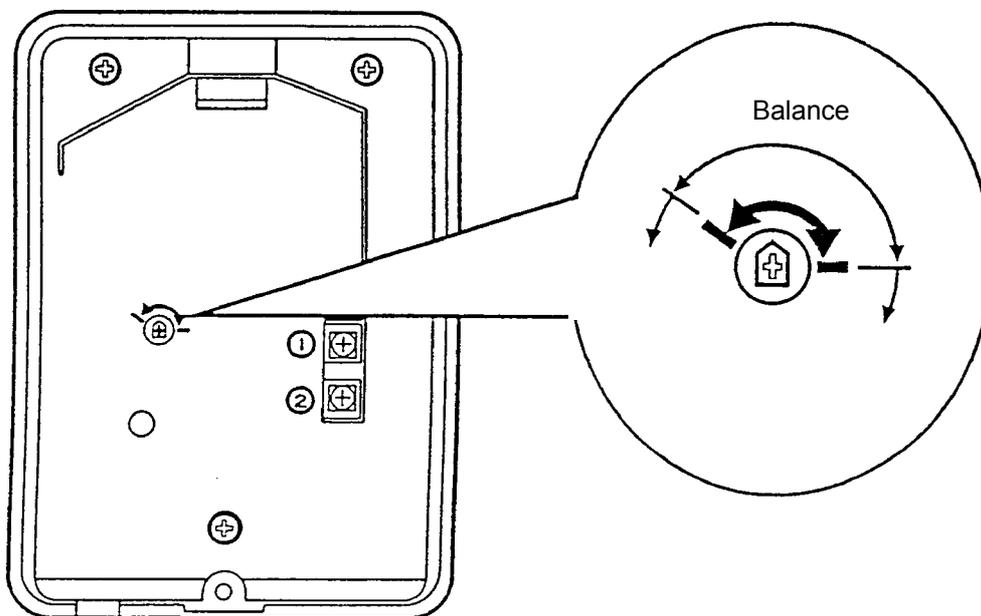

Figura 17.15-3. Ajuste del intercomunicador
Girar lentamente el conmutador a la izquierda o la derecha, mediante un destornillador , para ajustarlo a la condición deseada, evitando que se produzcan pitidos por realimentación. Ver figura 17.15.3.
2. El rango en que está bien ajustado se muestra en la figura 17.15-3.